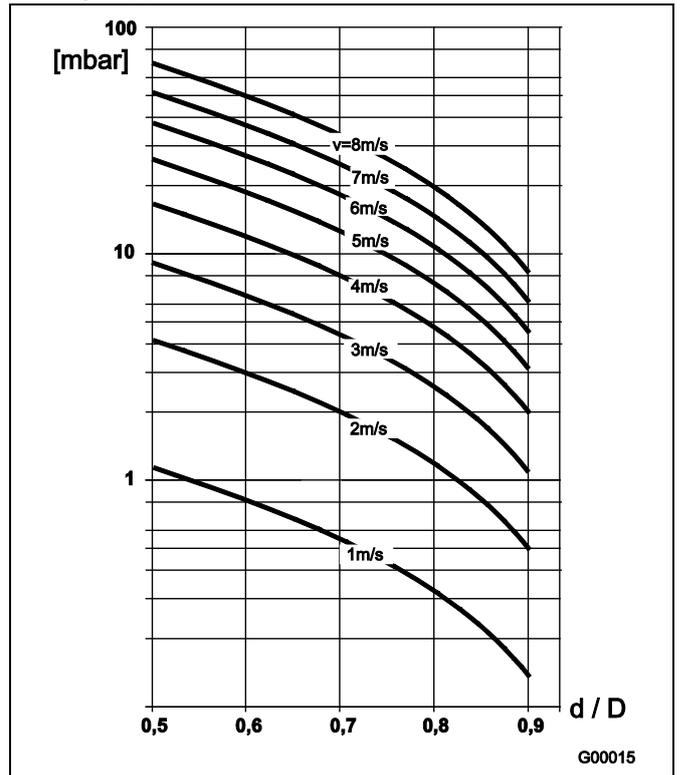

Рис. 12
2. По номограмме расхода (рис. 12) определить скорость потока.
3. На рис. 12 по оси Y определить потерю давления.